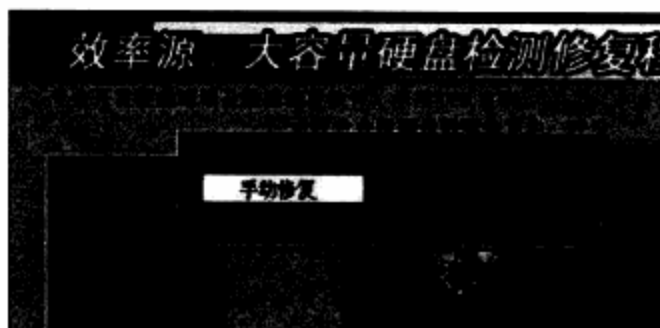

图9-26 “坏道智能修复”选项主界面
**步骤 07** 如果发现有坏道就需要选择“坏道智能修复”选项，按Enter键进入工作界面。进入“坏道智能修复”界面之后，会要求选择“修复功能”，通过左右光标控制键进行选择。如图9-26所示。